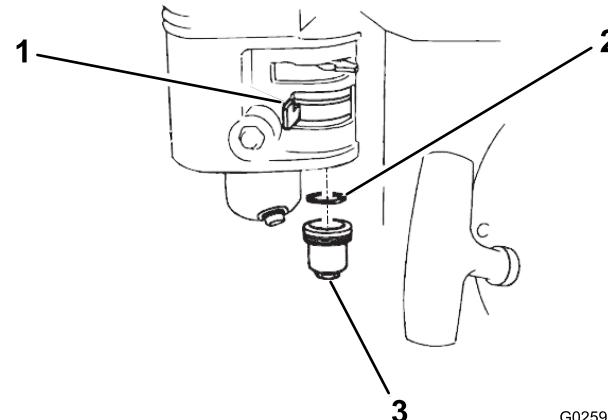

図 34
2. 燃料バルブを OFF 位置にする 図 34。
3. 異物収集カップと O リングを外す 図 34。
6. O リングを燃料バルブにセットし、カップを元通りに取り付ける 図 34。異物収集カップを十分に締め付ける。